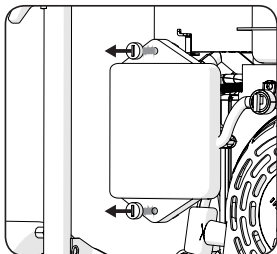

Fig 21
- Svitare le viti dalla piastra del coperchio del filtro dell'aria e rimuoverlo unitamente alla schiuma e al supporto. (**Fig. 21**)